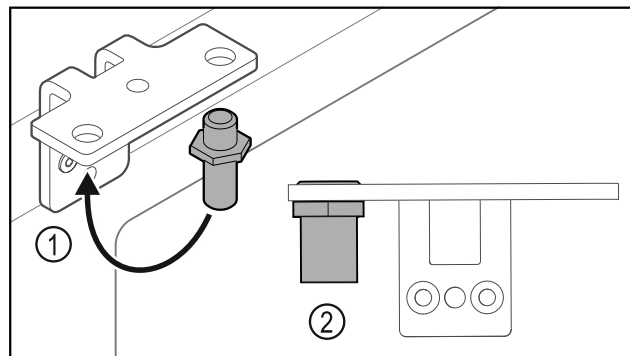

Fig. 33
- ▶ Преместете болта Fig. 33 (1) в ъгъла на пантата.
- ▶ Затегнете болта Fig. 33 (2) с **въртящ момент от 12 Nm**.